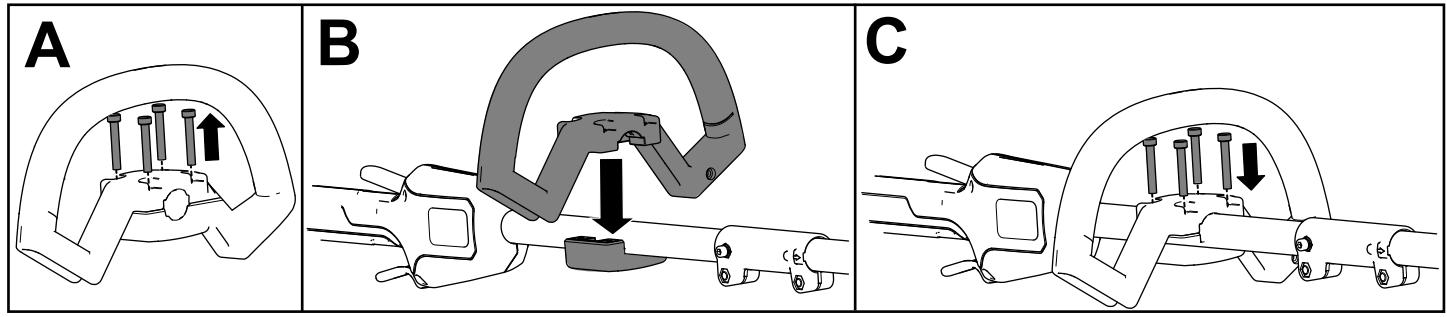

Figura 5
1. Separe la empuñadura auxiliar de la abrazadera retirando los 4 tornillos allen con la llave allen suministrada (Figura 5, A).
2. Alinee la empuñadura auxiliar con la abrazadera en el mango de la desbrozadora (Figura 5, B).
3. Sujete la empuñadura auxiliar a la abrazadera con los 4 tornillos allen que retiró anteriormente (Figura 5, C).
3. Sujete el protector a la base de la desbrozadora con los 2 tornillos allen, las 2 arandelas y los 2 espaciadores que retiró anteriormente (Figura 5, C).